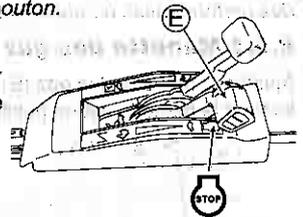

Fig. 20.
6 Pour interrompre la tonte à mi-chemin ou pour finir la tonte, remettez le Levier d'embrayage (B) et le Levier de la lame (C) en position initiale, puis placez la Manette des gaz (E) en position "STOP" pour arrêter le moteur. (Voir Fig.20.)